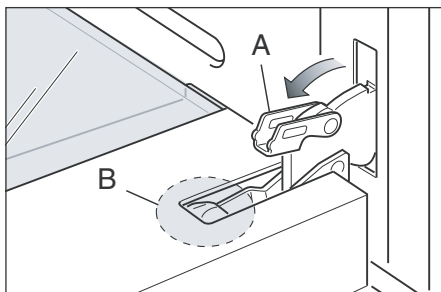
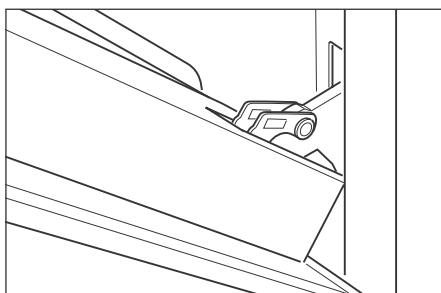

Figura 48b
Figura 48c
- Aprire completamente la porta del forno (Figura 48b).
- Aprire completamente la leva "A" sulle cerniere sinistra e destra. (Figura 48b).
- Chiudere dolcemente la porta (figura 48c) fino a quando le cerniere sinistra e destra non vengono agganciate all'elemento "B" della porta (Figura 48b).